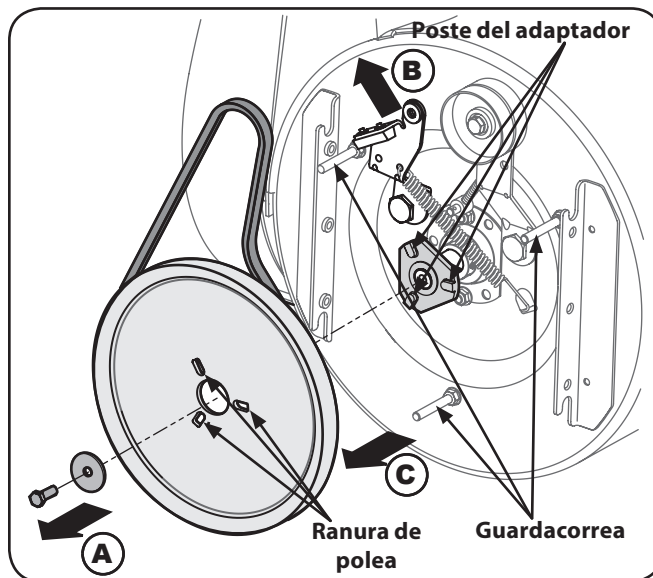

Figura 7-7
6. Trabe el impulsor con un trozo de madera para evitar que gire y use una llave de 1/2" para retirar el tornillo hexagonal y la arandela plana del centro del eje de entrada de la barrena y el adaptador de polea de la barrena. Consulte la Figura 7-7.
7. Levante el conjunto del soporte del freno fuera de la ranura de la polea y deslice el conjunto de la polea fuera de los postes del adaptador de la polea de la barrena para retirar la correa vieja. Consulte la Figura 7-7.
9. Gire la polea cuanto sea necesario para alinear sus tres ranuras aproximadamente con los postes del adaptador de la polea, luego mueva el conjunto del soporte del freno lejos del eje de entrada. Cuando alinea las ranuras de la polea y los postes del adaptador, empuje la polea de la barrena totalmente sobre el adaptador. Consulte la Figura 7-7.
NOTA: Si el adaptador de la polea se retiró con la polea, alinee los canales del adaptador de la polea y el eje de entrada de la barrena y empuje la polea y el adaptador sobre el eje de entrada. Consulte la Figura 7-7.